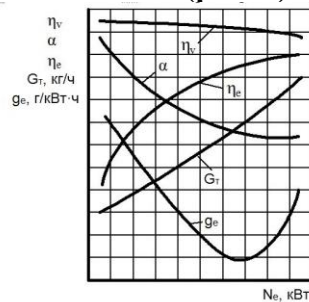

Рисунок 1 – Нагрузочная характеристика двигателя
24. Нагрузочная характеристика двигателя (рис. 1) – это графическая зависимость ...